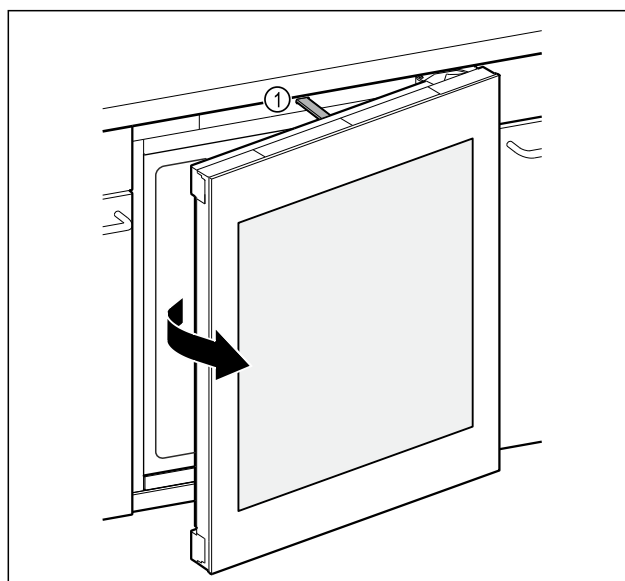

Fig. 92
- Trykkstangen Fig. 92 (1) åpner døren ca. 7 cm.